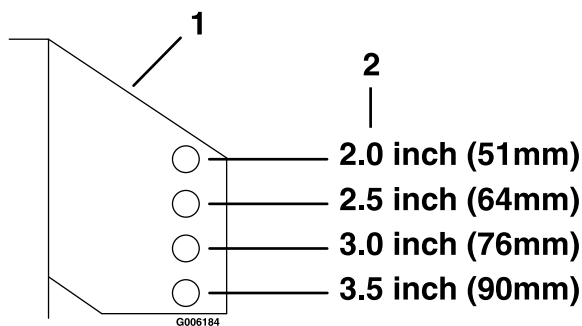

Figura 19
6. Coloque los rodillos en una de las posiciones ilustradas (Figura 19). Los rodillos mantendrán un espacio de 19 mm (¾") entre la máquina y el